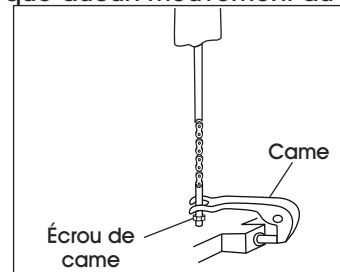

Figure 2
2. Tournez l'écrou de la came tout en pompant la poignée. (Voir Figure 2)